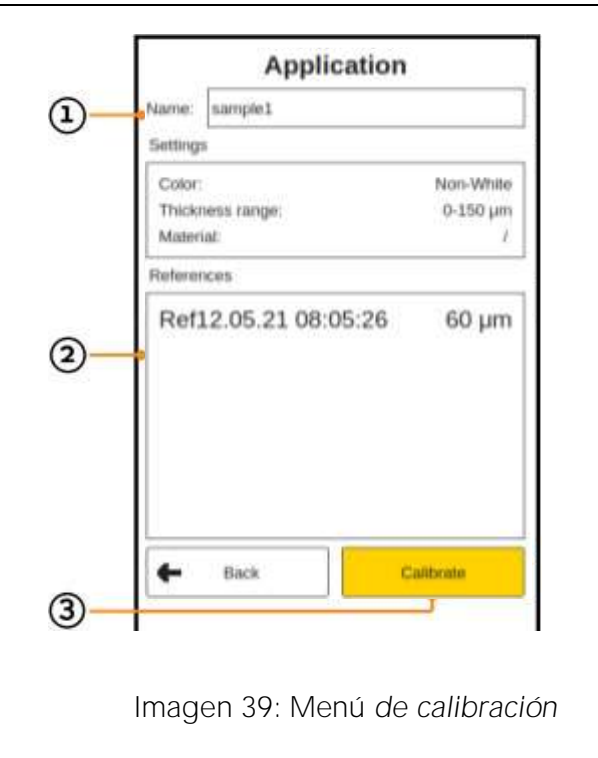

Imagen 39: Menú de calibración
La pantalla de la Imagen 39: Menú calibración muestra los diferentes campos del menú de calibración:
Las mediciones sin valor de referencia se ignoran en la evaluación de calibración. Una vez que se establecen todos los ajustes para la nueva aplicación, navegue con las teclas de flecha (D) hasta el campo 'Calibrar' (3) (consulte la Imagen 39: Menú calibración).